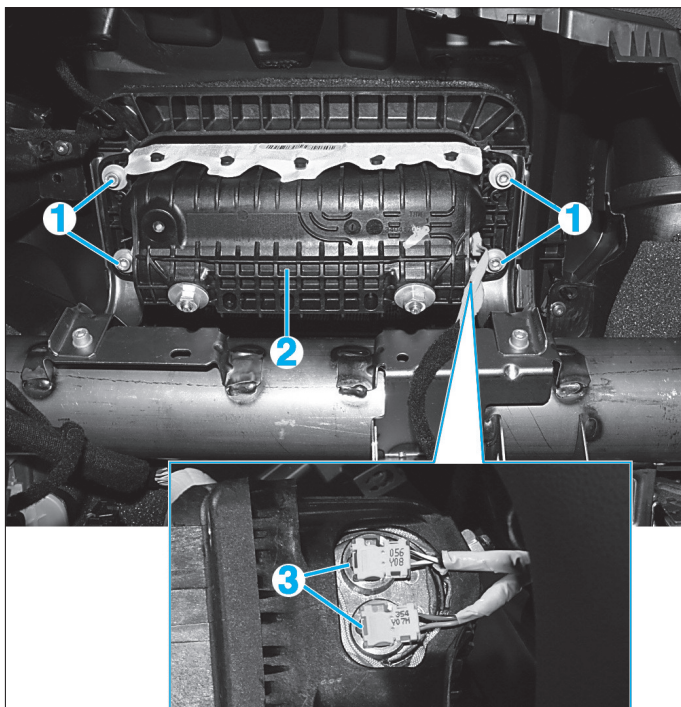

Fig. 3
- Déposer les vis (1) (Fig.3).
- Dégager le module d'airbag (2) de la planche de bord.
- Débrancher les connecteurs (3).
- Déposer le module d'airbag (2).